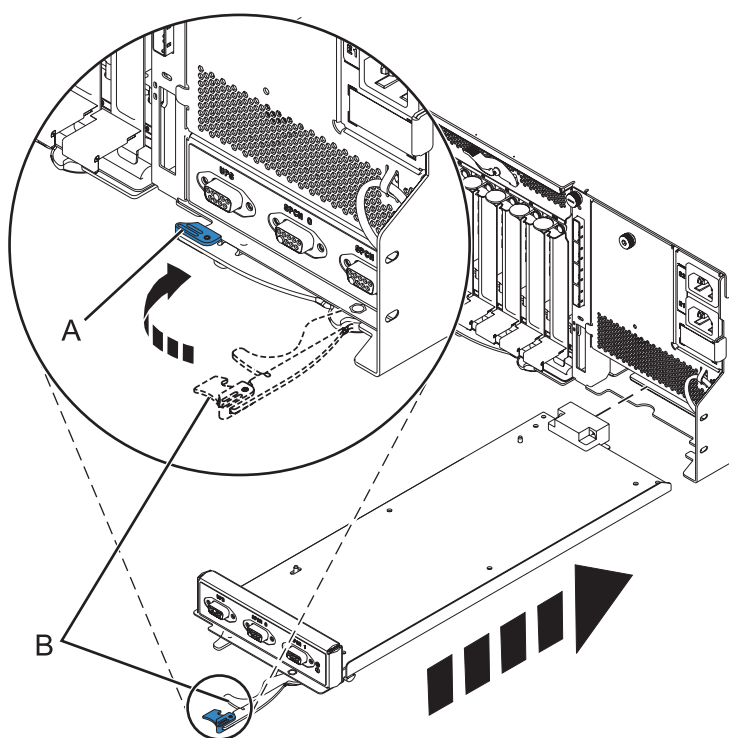

Figura 77. Sustituir el controlador de gestión de alojamiento
7. Deslice suavemente el controlador de gestión de alojamientos en el sistema y cierre el pestillo (A) como se muestra en Figura 77.